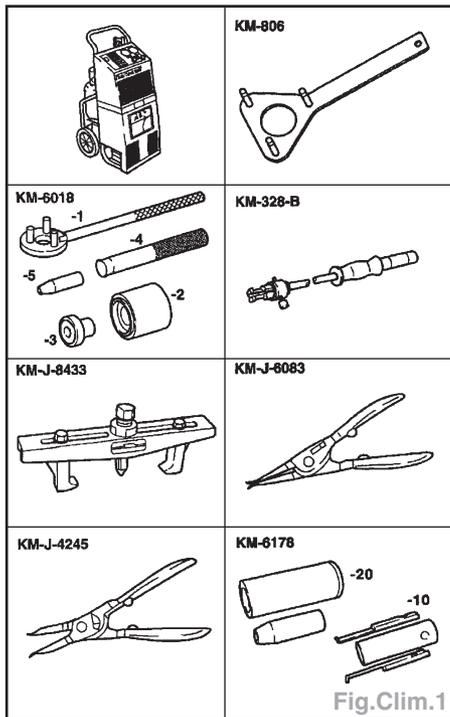

Fig.Clim.1
- Outils nécessaires (Fig.Clim.1) :